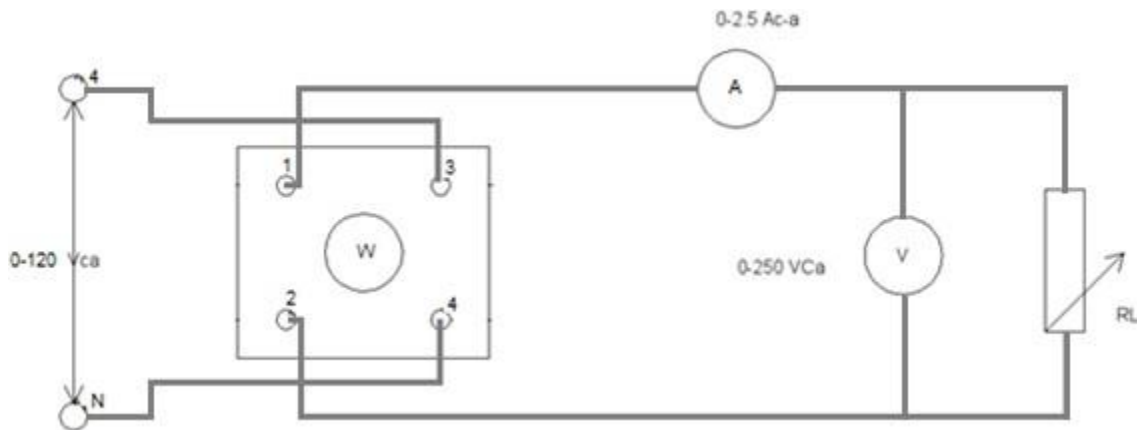

Figura 3
4. Conecte el circuito de la figura 3. Observe que este circuito es idéntico al que se usó en los procedimientos 2 y 3, excepto que ahora las terminales de entrada y salida del vatímetro se han intercambiado.